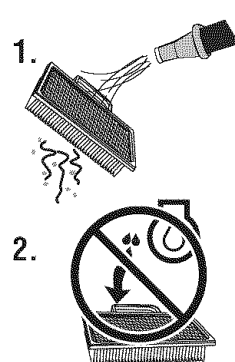

Figura 30. Servicio del filtro de aire
1. Figura 30. Lave el prepurificador con detergente líquido y agua.
1. Figura 30. Si presenta un sello que indique "Washable," entonces el filtro podrá ser lavado con agua tibia y un jabón suave.